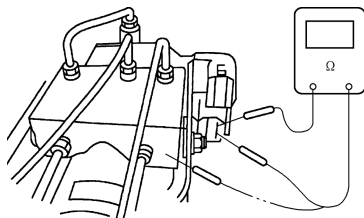
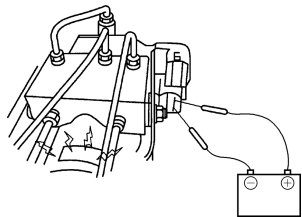

图 3-178 用万用电表测量 ABS 泵电动机的电阻
图 3-179 ABS 泵电动机通电试验
1) 关闭点火开关。2) 拆下电动机插头。3) 如图 3-178 所示, 用万用表测量 ABS 泵电动机的电阻。标准值为: ①电动机端子之间电阻应小于 1Ω 。②端子和电动机壳体之间的电阻应在 $1M\Omega$ 以上。4) 将蓄电池正极连接到 ABS 泵电动机接头端子 9 上, 蓄电池负极连到端子 10 上, 如图 3-179 所示。然后检查能否听到电动机工作声, 如果没有电动机工作的声音, 说明 ABS 泵电动机有故障应更换 ABS 泵电动机。